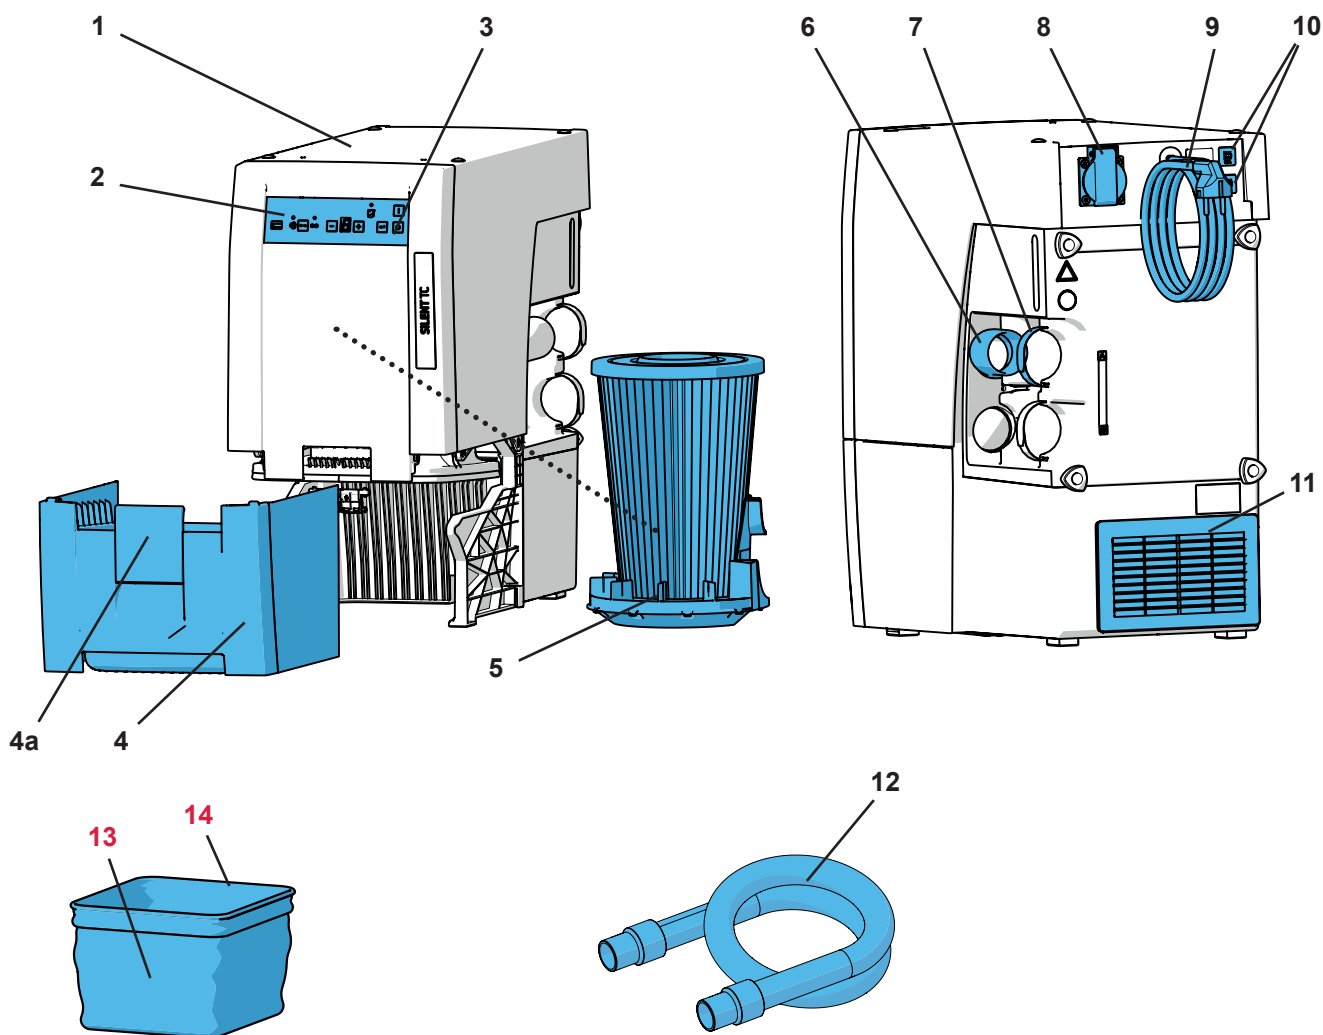

Fig. 1
- a exaustão de ar (11, Fig. 1) não fique obstruída.
- Condução externa de exaustão (A) (ver cap. 4.6).
- Abertura na parede do armário (B), no mín. 250 x 120 mm, diretamente à frente da exaustão de ar (11, Fig. 1).
- Remover a parede posterior do armário (C), distância das costas do armário em relação à parede: no mín. 50 mm.
⇒ Desenrole o cabo elétrico (9, Fig. 1) e insira o plugue em uma tomada da instalação elétrica do edifício.
o funcionamento do aspirador depende de um aparelho elétrico conectado na tomada para aparelhos (8, Fig. 1).